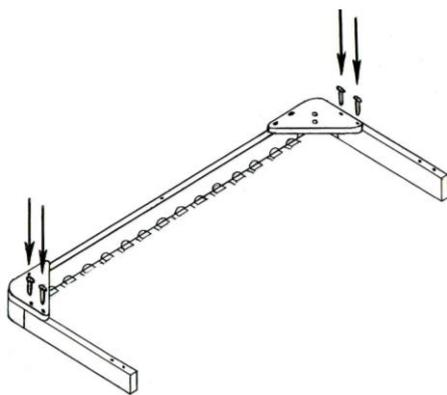

Рисунок 2
3. Вставьте боковые поперечные бруски в гнезда угловых узлов, присоединенных к одному из продольных брусков, и закрепите их при помощи 4 саморезов (рисунок 2).